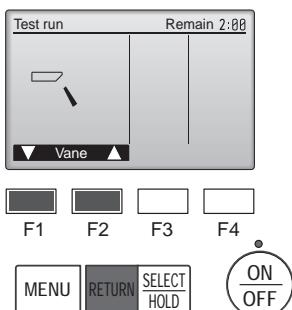

Fig. 7-7
- ① Vérifiez le volet automatique à l'aide des boutons [F1] [F2]. (Fig. 7-7)
- ② Appuyez sur le bouton [RETURN] pour revenir à l'écran "Test run" (Test fonctions).
- ③ Appuyez sur le bouton [ON/OFF].